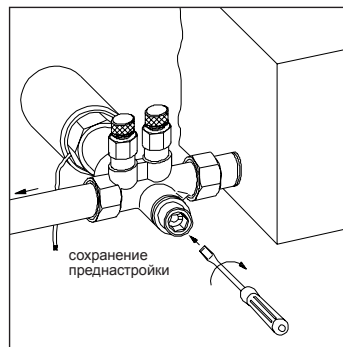

рис. 2
- 4 Затем шток вентили с помощью отвертки повернуть вправо до упора (рис. 2).
Важно: Для последующего изменения значения преднастройки сначала отверткой (рис. 2), поворачивая влево, ослабить шток вентили. Затем изменить величину преднастройки с помощью шестигранного ключа №4.